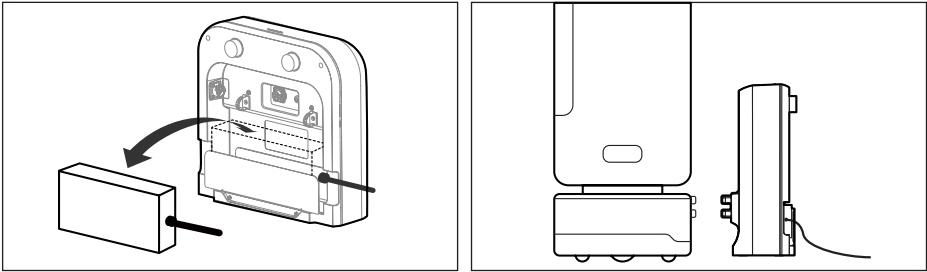

Figura 3
2. Depois de ligar a interface do adaptador de corrente à estação de carregamento, pode introduzir o adaptador na ranhura designada (consulte a Figura 3).
4. Depois de ligar o adaptador de corrente à estação de carregamento, certifique-se de que a estação de carregamento está posicionada em segurança. Assim que o robô estiver na estação de carregamento, pode iniciar o carregamento (consulte a Figura 3).